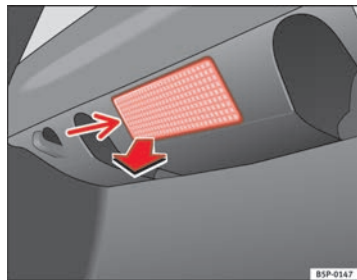

Abb. 149 Gepäckraumbeleuchtung
- Das Lampenglas der Glühlampe durch Druck mit einem Schraubendreher auf dessen Unterseite -Pfeil- abnehmen ⇒ Abb. 149.